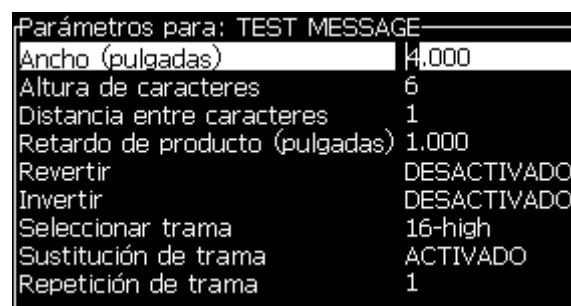

Figura 5-11: Cuadro de diálogo Parámetros del mensaje
- 2 Bajo el menú *Mensajes*, seleccione *Parámetros del mensaje* (Figura 5-11 en la página 5-32) para editar los valores.